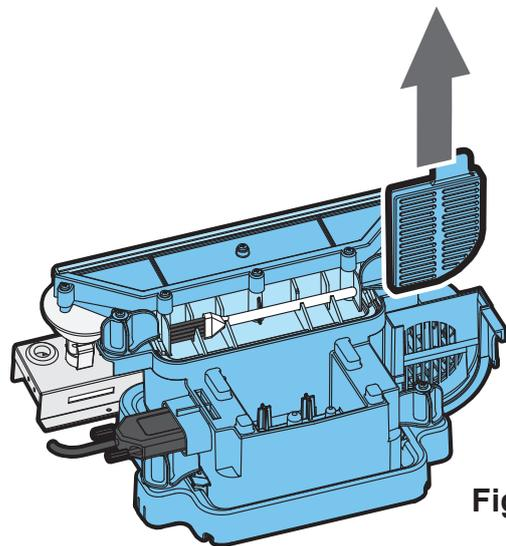

Fig. 17
4. Deslice suavemente hacia arriba el soporte de plástico del filtro de aire. (Consulte la fig. 17)